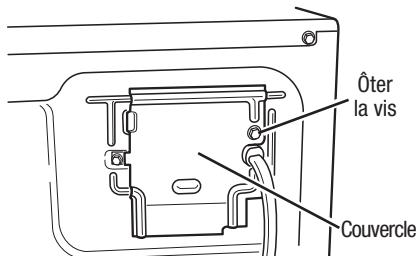

Figure 2. Enlever le couvercle
2. Enlever le couvercle dans l'angle supérieur droit à l'arrière de la sécheuse. Voir figure 2.
2. Enlever le couvercle dans l'angle supérieur droit à l'arrière de la sécheuse. Voir figure 2, page 44.